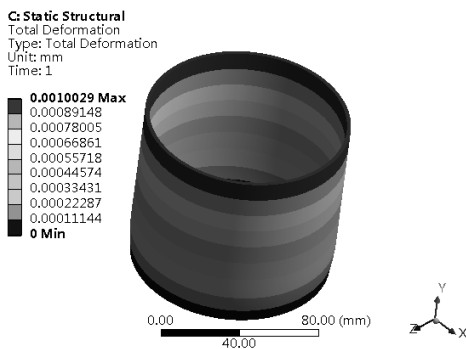

图 14-68 总变形分析云图
Step4：选择 Outline（分析树）中 Solution（A6）下的 Total Deformation（总变形）选项，此时会出现如图 14-68 所示的总变形分析云图。